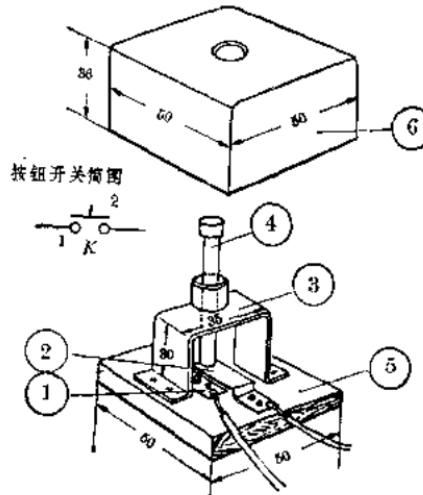

图 7-11
按图 7-11 的样子制作发射控制按钮。①是用铜皮制成的下触点，它用小钉钉在底板⑤上。②是弹性铜皮制作的上触点片，也用小钉钉在底板⑤上。当两片触点互相接触，按钮开关就接通了。③是按钮的支架，用薄铁皮弯好之后钉在底板⑤上。④是用木棍削成的按钮，插在支架③中间。按钮④的底端接触弹性上触点，因此只要按下按钮④，就能使上触点②与下触点①相接触。⑤是一块厚 10 毫米左右的木板。⑥是铁皮焊成的按钮开关外壳，正好罩在底板处。按钮开关的上下触点各焊上一根长 2 米左右的细塑料导线，准备接到火箭发射架去控制发射电磁铁。